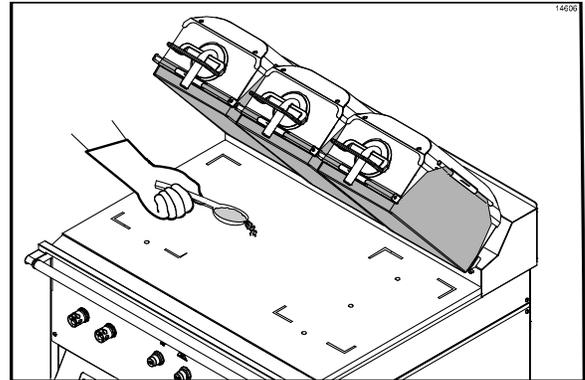

Figura 14
5. Use una cuchara para sundaes para distribuir dos cucharadas al ras de hojuelas de adhesión de soya sobre 3 pies (1 m) de superficie tibia de la parrilla, permitiendo que las hojuelas se derritan. (Vea la figura 14.)